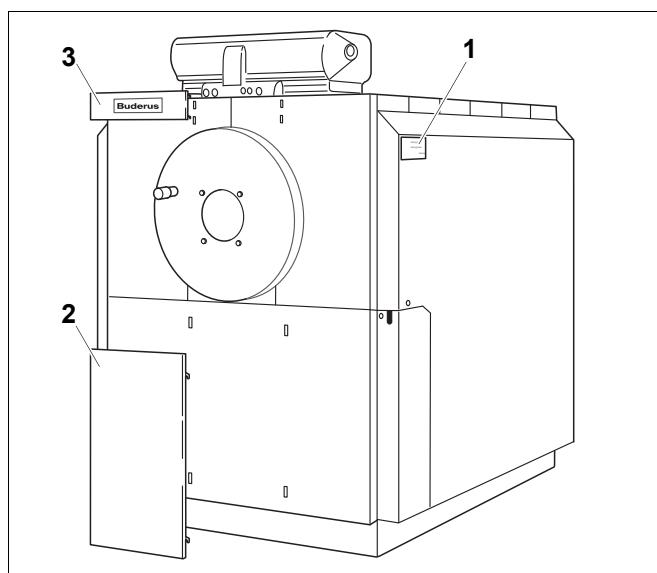

Рис. 25 Установка декоративных панелей
- Установите верхнюю (рис. 25, поз. 3) и нижнюю (рис. 25, поз. 2) декоративные панели, для чего вставьте крюки панелей в прорези в передней стенки.
- Прикрепите табличку котла вверху к панели (рис. 25).
- Закрепите заводскую табличку (рис. 25, поз. 1) в зависимости от местных условий на левой или правой боковой стенке.